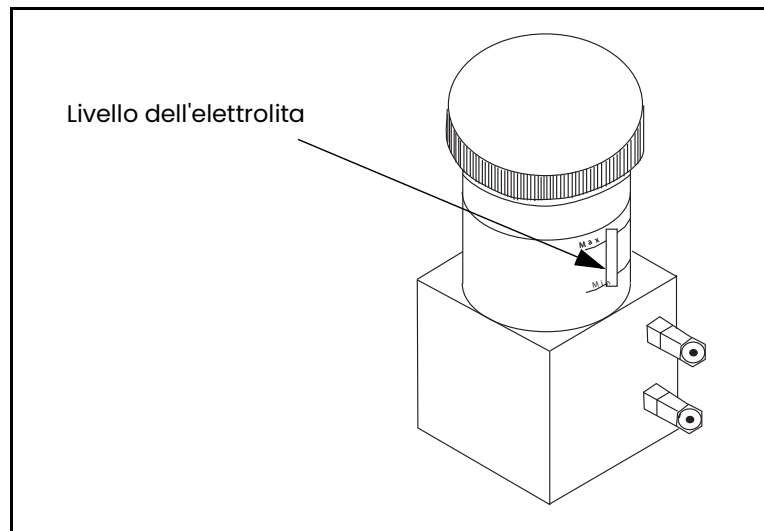

Figura 7: Livello dell'elettrolita nella cella ad ossigeno Delta F
La cella ad ossigeno Delta F è disponibile con diversi tipi di involucri di montaggio. Tuttavia la cella ha sempre l'aspetto mostrato nella *Figura 7*.
3. Controllare il livello dell'elettrolita mediante la spia di ispezione del livello min/max della cella ad ossigeno. L'elettrolita deve coprire circa il 60% della spia (Figura 7 a pagina 12). La cella è ora pronta per essere collegata alla linea del gas.